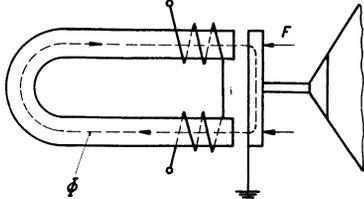

Fig. 12.21. Magnetischer Zweipol-Lautsprecher.
a) Einseitig wirkendes Zweipolssystem (Fig. 12.21).